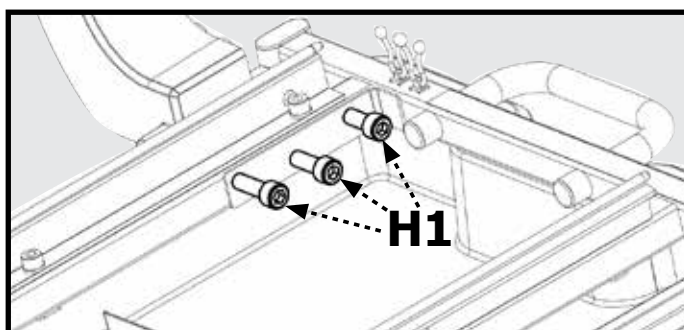

Figure 7
2. Fixez l'ensemble du bras de scie à l'aide des trois vis à tête hexagonale M10 X 60 (H1) et de la clé Allen de 8 mm (H2), comme illustré à la figure 7.